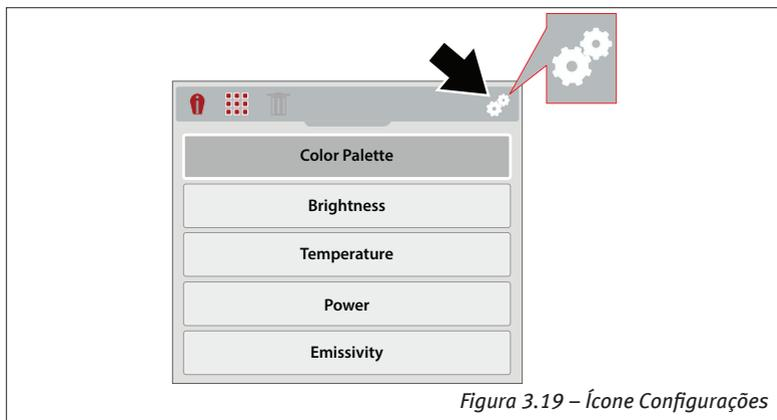

Figura 3.19 – Ícone Configurações
2. Use os botões direcionais para esquerda e direita (seta) para selecionar o ícone Configurações na barra de ferramentas (Figura 3.19).